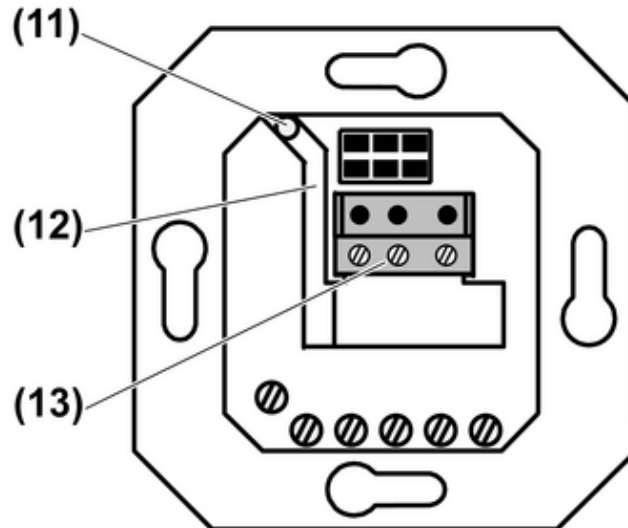
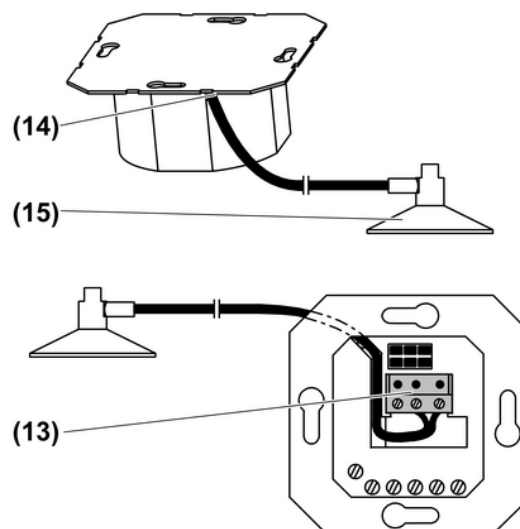
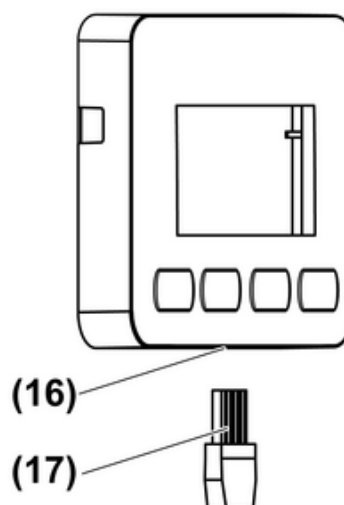

Figura 8: Posa sotto intonaco della linea sensori
Figura 9: Posa sopra intonaco della linea sensori
Figura 11: Sensore solare sull'unità di comando
- Se l'unità di comando veneziana è dotata di sensori, installare la linea sensori secondo (figura 8) o (figura 9) (Installare la linea sensori).
La linea sensori può essere installata in tre modi diversi. Posa sotto intonaco (figura 8), posa sopra intonaco (figura 9) e, per determinate unità di comando, applicazione della linea sensori sull'unità (figura 11).
- Far passare la linea sensori attraverso il foro (11) dell'unità nella canalina (12), fino al blocco morsetti (13) (figura 8).
- Per la posa sopra intonaco del sensore interno (15) tagliare il connettore.
- Far passare la linea sensori dietro la piastra portante (14) nella canalina, fino al morsetto di collegamento (13) (figura 9).
- Inserire la spina (17) nella presa dell'unità di comando (16) (figura 11).